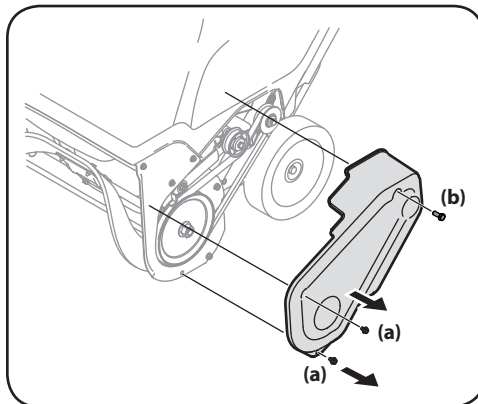

Figure 4-4
4. Enlevez les deux boulons hexagonaux (a) et le boulon de blocage hexagonal (b) qui fixent le couvercle de courroie au châssis, puis retirez le couvercle. Voir Figure 4-4.